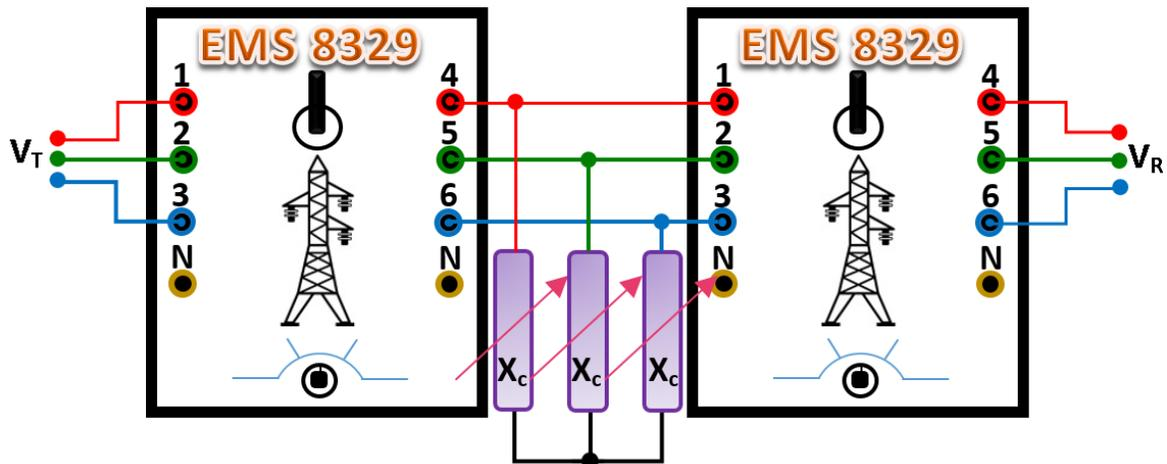

Figura 4.2
8. Arme el circuito de la figura 4.2, usando dos líneas de transmisión en serie, la impedancia por línea será de 60 ohm, y conecte una reactancia capacitiva de 1200  $\Omega$  entre ellas, de manera que simule una línea trifásica de 240 kilómetros de longitud.